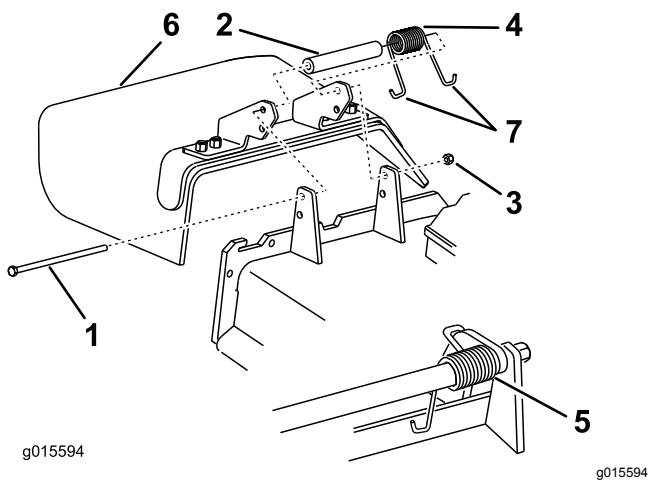

Figure 105
1. Retirez le contre-écrou, le boulon, le ressort et l'entretoise qui fixent le déflecteur aux supports de pivot (Figure 105).
2. Enlevez le déflecteur s'il est endommagé ou usé (Figure 105).
Remarque: Prenez soin de placer 1 extrémité en J du ressort derrière le bord du tablier avant de mettre le boulon en place, comme montré à la Figure 105.
6. Accrochez l'extrémité en J du ressort au déflecteur d'herbe (Figure 105).